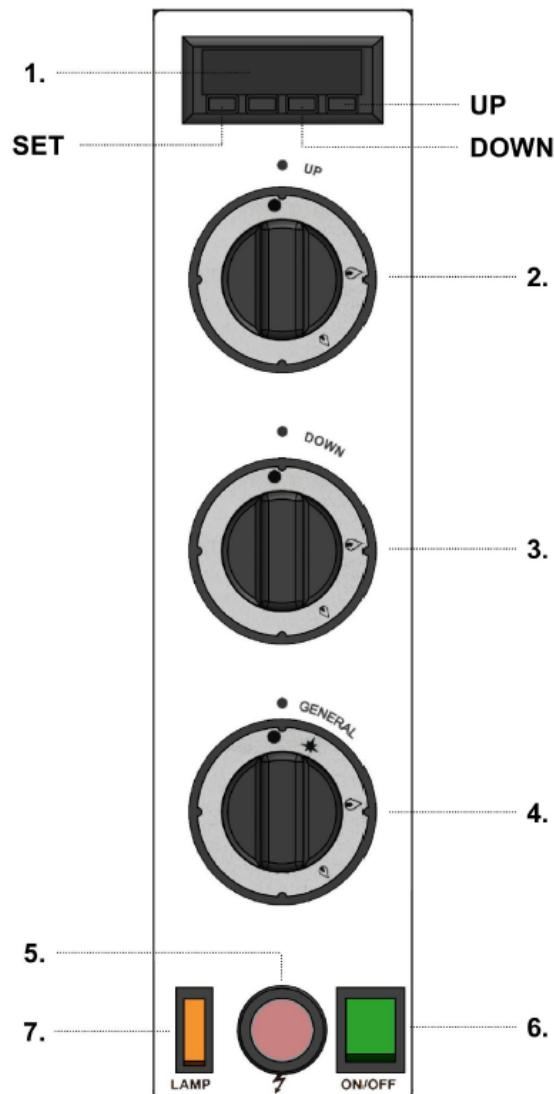

FIG.14
Das Bedienfeld (ABB. 14) ist rechts vorne am Ofen angebracht. Von hier aus können Benutzer den Ofen manuell bedienen oder darin kochen.
- 3) Den allgemeinen elektrischen Schalter drücken (Abb. 14-Ref. 6), die grüne Lampe leuchtet auf;
4) Den Thermostat/Thermometer durch Drücken der Tasten „Set“ und „+“ oder „-“ auf die Betriebstemperatur einstellen (Abb. 14-Ref. 1). Falls die gewünschte Temperatur gleich oder niedriger als die Umgebungstemperatur ist, können die Brenner nicht eingeschaltet werden, da der Thermostat mit dem Gaszufuhr-Elektroventil verbunden ist, das den Gasfluss stoppt, wenn die Temperatur den gewünschten Wert erreicht.
5) Drehen Sie den Knopf des Haupthahns der Gaszufuhr (Abb. 14-Bez. 4) auf die Position, drücken und halten Sie den Knopf und drücken Sie gleichzeitig wiederholt auf die piezoelektrische Zündflamme (Abb. 14-Bez. 5); Lassen Sie den Knopf los, wenn der Zündbrenner zündet. Die Zündflamme muss brennen; wenn dies nicht geschieht, wiederholen Sie den Vorgang. Die Zündflamme kann durch die Öffnung auf der rechten Seite der Frontplatte (Abb. 3-Bez. 2) gesteuert werden.
6) Drehen Sie den Haupthahnknopf (Abb. 14-Bez. 4) auf die Position (maximale Leistung);
7) Öffnen Sie die jeweiligen Hähne des oberen Brenners (Abb. 14-Bez. 2) und des unteren Brenners (Abb. 14-Bez. 3) und drehen Sie sie gegen den Uhrzeigersinn auf die Position (maximale Leistung). Die Flamme des Zwischenzündungsbrenners breitet sich auf alle oberen und unteren Brenner aus. Sobald die gewünschte Temperatur erreicht ist, werden die Brenner ausgeschaltet: Das heißt, sie werden in Intervallen angehalten und wieder eingeschaltet, um die Temperatur aufrechtzuerhalten.
Sobald der Ofen die gewünschte Temperatur erreicht hat (siehe Punkt 5 dieses Abschnitts), die auf dem Thermostat/Thermometer (Abb. 14-Bez. 1) angezeigt wird, kann die Pizza zum Backen in den Ofen gegeben werden.
- 2) Um das Innere des Ofens zu beleuchten, drücken Sie die Ofenbeleuchtung (Abb. 14-Bez. 7);
- 1) Den Ofen ausschalten, indem er die Knöpfe in die Position „Aus“ dreht (ABB. 14-Ref. 2/3/4);
- 2) Die Innenbeleuchtung des Ofens mit dem Lichtschalter ausschalten (ABB. 14-Ref. 7);
- 3) Den Hauptschalter ausschalten (ABB. 14-Ref. 6), indem er das grüne Licht ausschaltet;